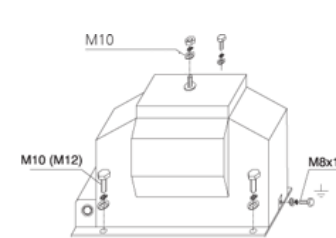

Abb. 1
Die Montagelage der Spannungswandler der Baureihe (E)VTS... ist beliebig. Die Wandler werden mittels vier Schrauben M10 ((E)VTS12M11-T) oder M12 ((E)VTS24M32-T + (E)VTS36L44-T) über die Bohrungen in der Grundplatte an den vorgesehenen Installationsort befestigt (siehe Abb. 1).
Der Anschluss der Hochspannung auf der Primärseite erfolgt über die entsprechend gekennzeichneten Anschlussstücke im Kopfbereich des Wandlers mittels Schrauben M10 und einem max. Drehmoment von 20 Nm (siehe Abb. 1).
Für den Anschluss der Sekundärleitungen empfehlen wir die Verwendung von Kabelschuhen entsprechend dem verwendeten Leitungsquerschnitt (max. 10 mm²; max. Drehmoment: 2,7 Nm). Vor Inbetriebnahme ist es notwendig, die Grundplatte des Wandlers (rückseitiger Erdungsanschluss M8x15; max. Drehmoment: 10 Nm) zu erden (siehe Abb. 1 + 2).